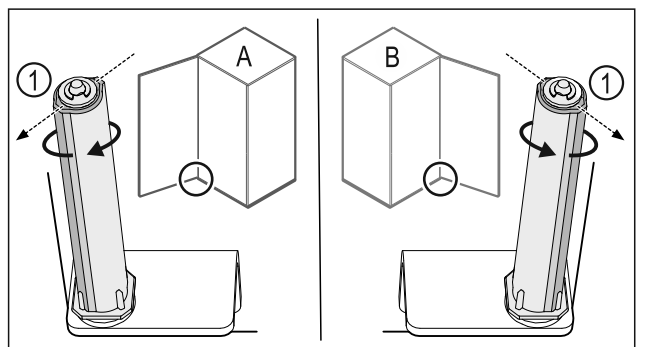

Fig. 43 左门挡(A) / 右门挡(B)
- ▶ 克服阻力转动关门系统, 直至关门系统 Fig. 43 (1) 的连接片朝外。